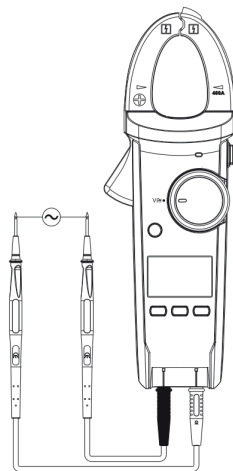

Рисунок 4
3. Измерение переменного напряжения (рисунок 4)